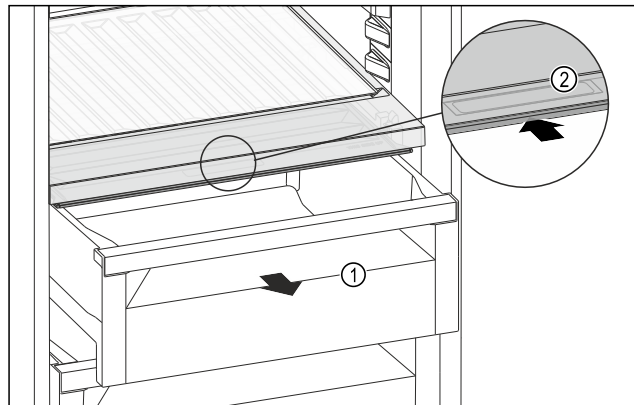

Fig. 157
- ▶ Schubfach Fig. 157 (1) herausziehen.
- ▶ Griffmulde Fig. 157 (2) am Fachdeckel anfassen und Fachdeckel gleichzeitig nach hinten schieben.